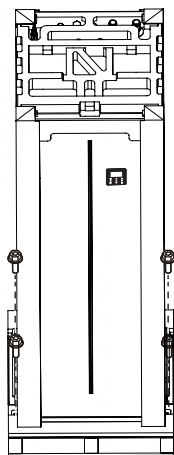

Fig.2-3
- Togliere le 4 viti della base di legno (cfr. Fig. 2-3).